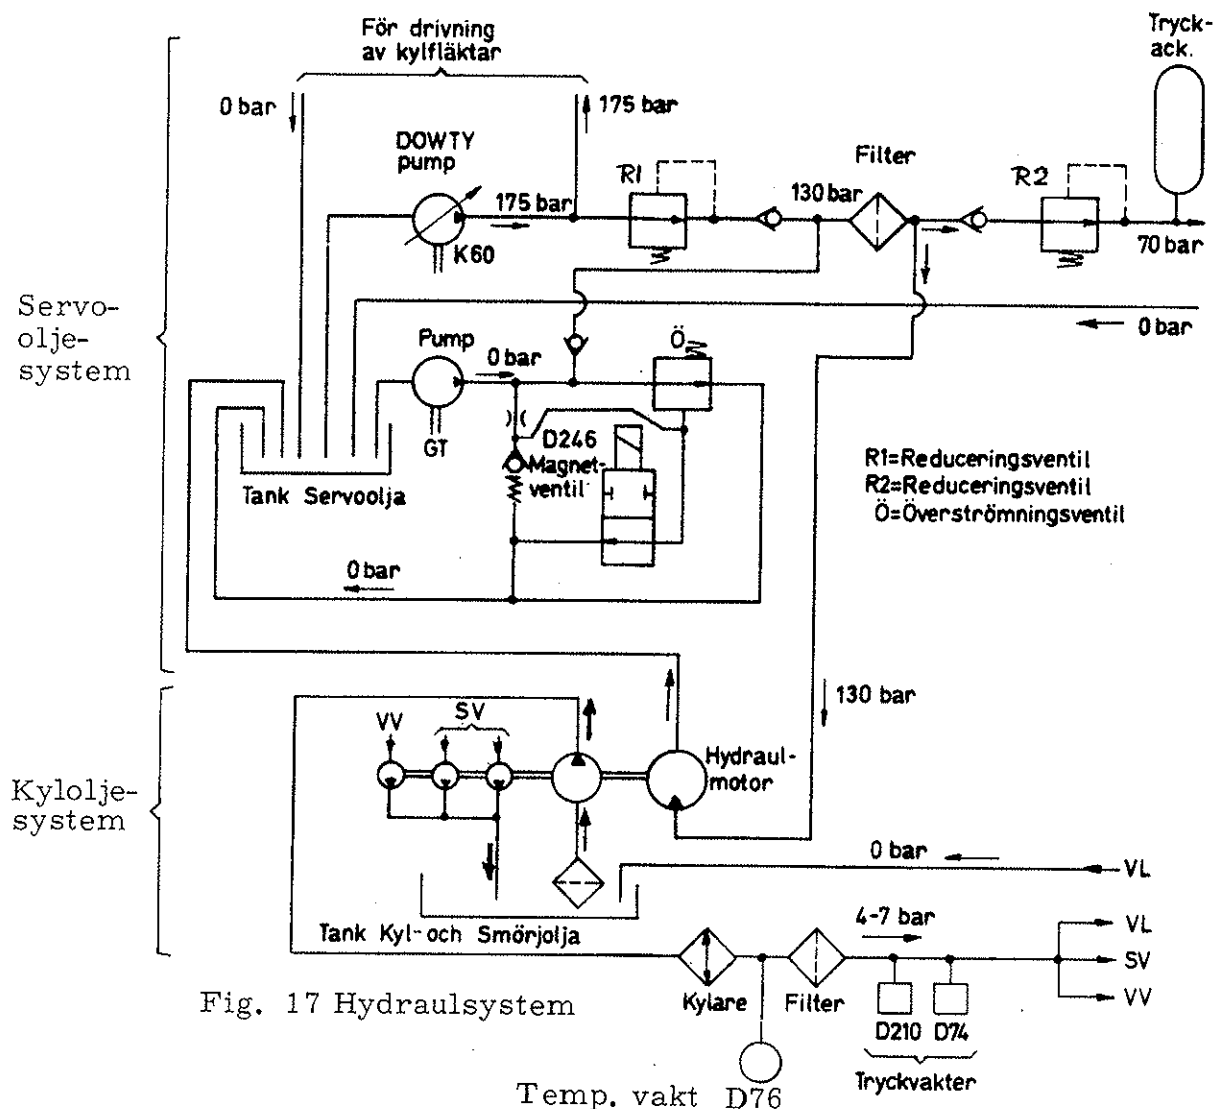

Fig. 17 Hydraulsystem
- 1 Smörjoljetryck > 2,2 bar (se Fig. 17) (D210)